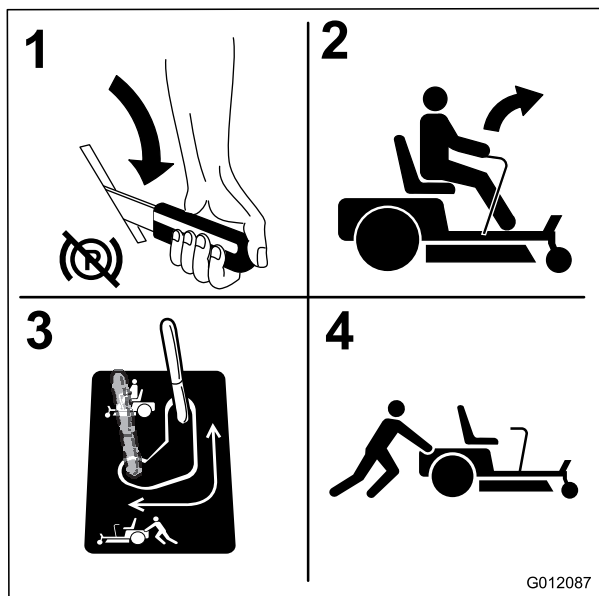

Figura 31
4. Mueva las palancas de desvío hacia atrás y luego hacia abajo para bloquearlas en esa posición, según se muestra en Figura 31, para desengranar los motores de rueda. Repita en el otro lado de la máquina.
Mueva la palanca a la posición de operación de la máquina (Figura 31) para engranar los motores de las ruedas.